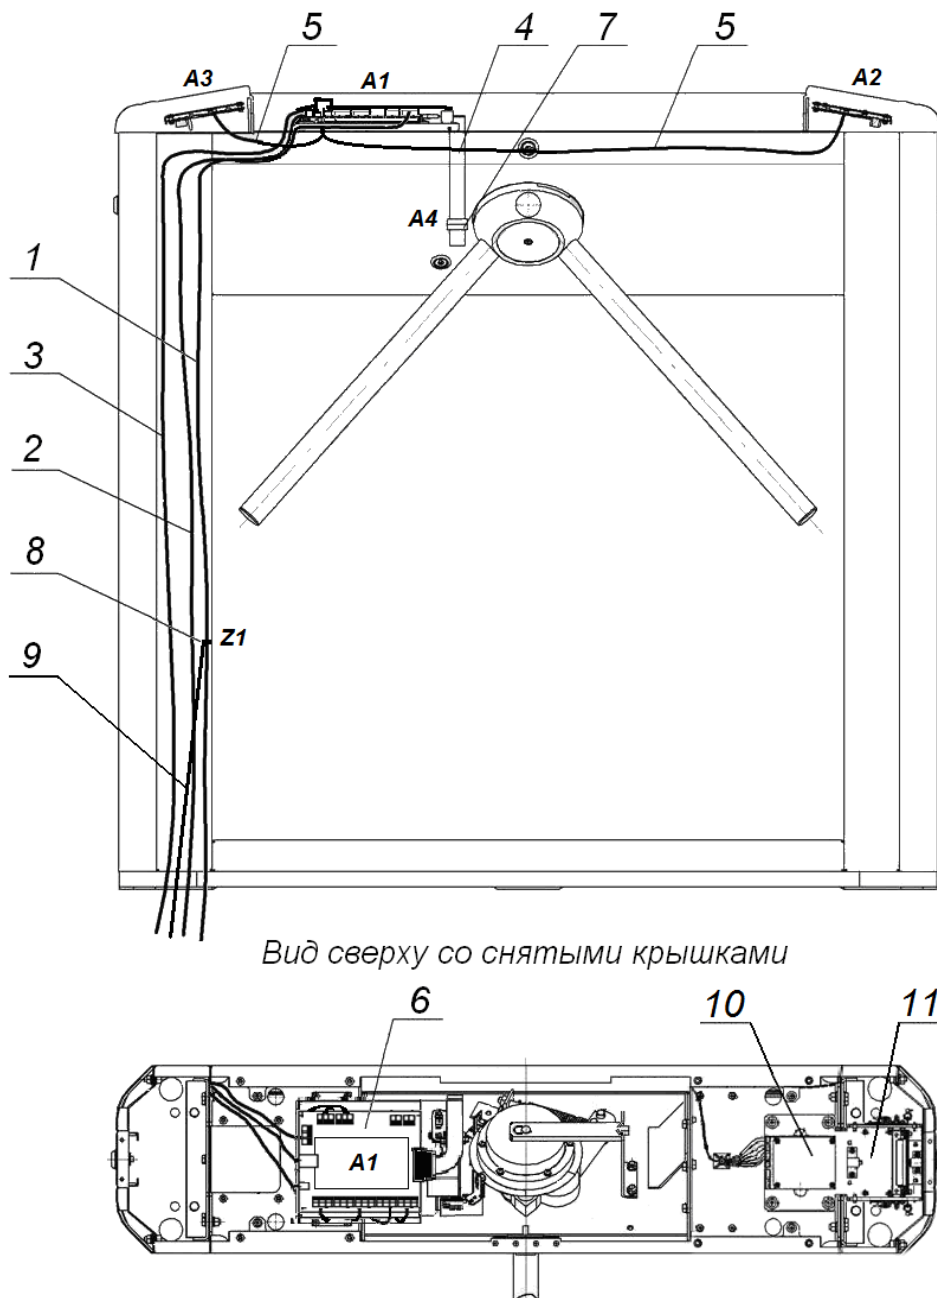

Рисунок 12. Схема прокладки кабелей в стойке ЭП
4. Выполните на установочной поверхности в соответствии с рис. 12 разметку отверстий для монтажа стойки.
5. При необходимости прокладки кабелей под поверхностью пола подготовьте в полу кабельный канал, подходящий к одной из зон подводки кабелей, указанных на рис. 12.